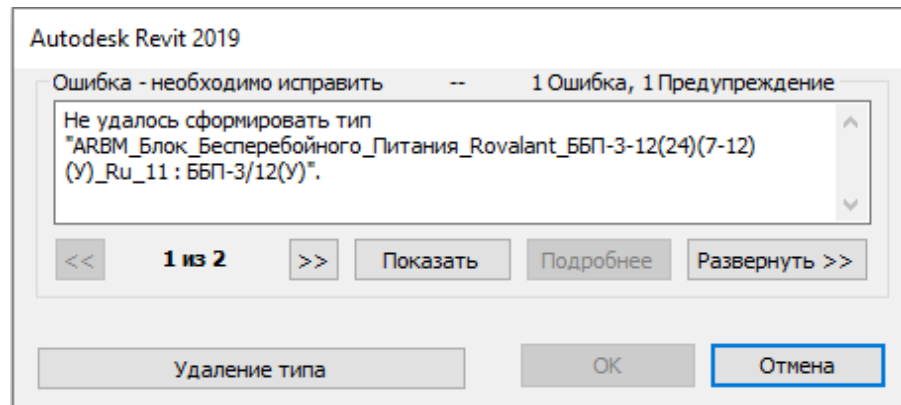

Рис. 3. Ошибка при смещении УГО на радиус более 1000 мм, относительно точки вставки семейства.
7. **ВАЖНО для корректной работы семейства:** Радиус смещения УГО (с учетом особенностей, изложенных в п.5) относительно точки вставки семейства должен быть не более 1000 мм, иначе возникнет ошибка, см. рис. 3.